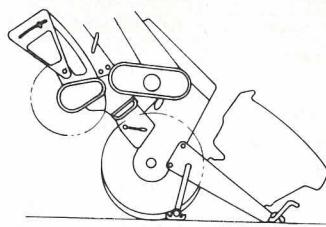

Fig. 7-4
- 2) Lift the stand and push the tiller forward to allow it to float. (See Fig. 7-4).
- 2) Soulever la bâquille et pousser la machine en avant pour la décoller du sol. (Voir Fig. 7-4)